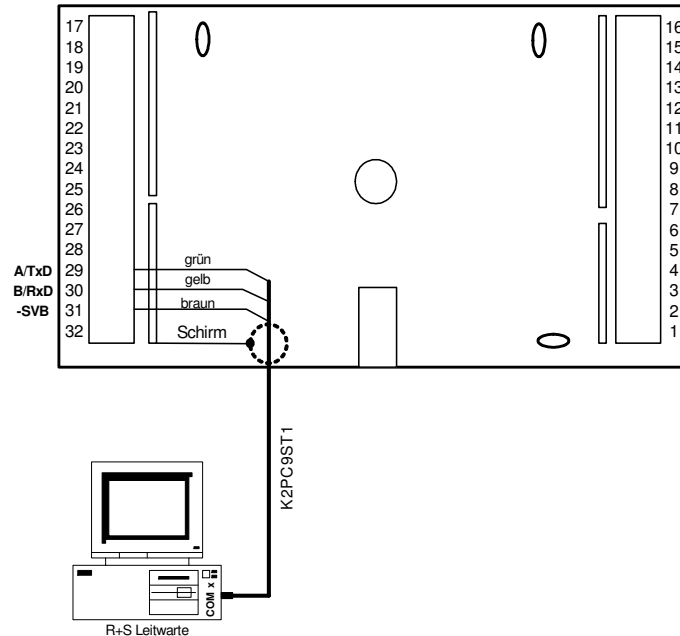
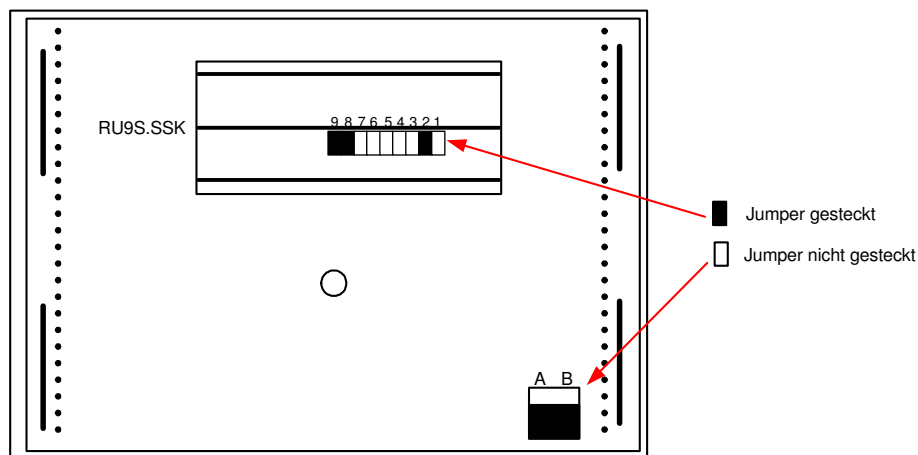

Abb. 22: Anschluss eines PC
Abb. 23: Jumperpositionen für RS232 Kommunikation
- Die Kurzschlussstecker "A" und "B" an der Rückseite des RU 9X.5 müssen dem Auslieferungszustand des Reglers entsprechend gesteckt sein (siehe Abb. 23).
Ist der RU 9X.5 mit einer Schnittstellenkarte RU9S.SSK ausgestattet, so kann er direkt (serielle Schnittstelle RS232, max. 15 m Leitungslänge) mit einem PC bzw. mit einer Leitwarte verbunden werden. Ist die Schnittstellenkarte mit dem Regler bestellt worden, dann ist sie bereits eingebaut. Die Nachrüstung oder der Austausch ist durch qualifiziertes Fachpersonal jederzeit möglich (siehe Kap. 2.3). Für diesen Anschluss kann das Kabel K2PC9ST1 (siehe Abb. 22) verwendet werden. Die Kurzschlussstecker (Jumper) an der Gehäuserückseite müssen dem Auslieferungszustand des Reglers entsprechend gesteckt sein (siehe Abb. 23).
Über ein Reglin Modem, z.B. MOD 3-R, MOD 5-R oder MOD 6-R, das Anschlusskabel K2MOD9ST1 und die steckbare Schnittstellenkarte RU9S.SSK kann der Regler mit einem PC bzw. mit einer Leitwarte verbunden werden. Die Kurzschlussstecker (Jumper) an der Gehäuserückseite müssen dem Auslieferungszustand des Reglers entsprechend gesteckt sein (siehe Abb. 23). Über die Modemverbindung sind die Fernbedienung und -wartung, eine erste Fehleranalyse, die externe Trendaufzeichnung und die Alarmprotokollierung möglich.